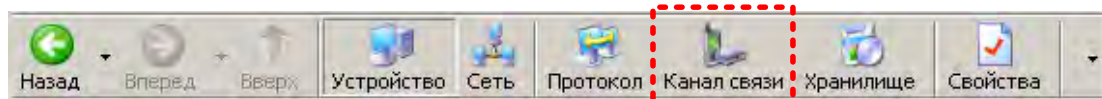
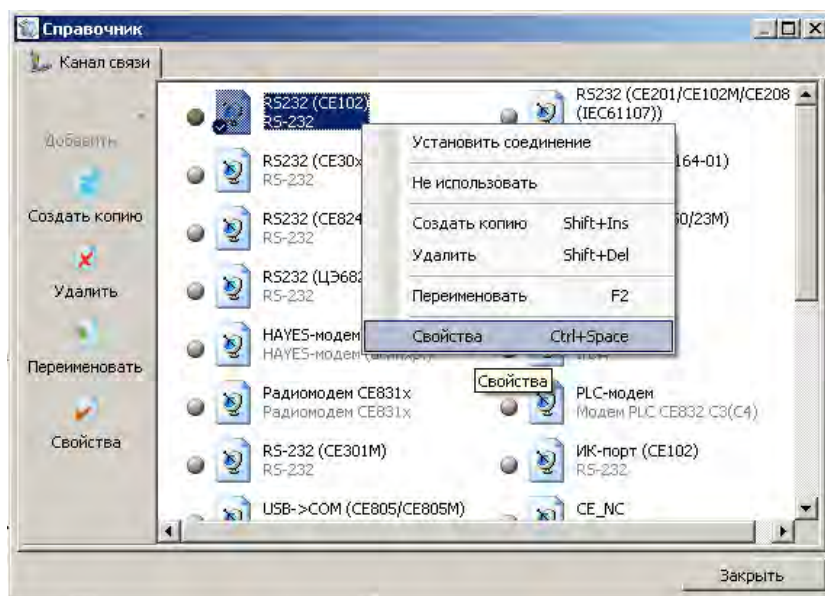

Рисунок 21 – Кнопка «Канал связи» на панели инструментов
Рисунок 22 – Окно справочника канала связи
5.2.2 Нажать на панели инструментов кнопку «Канал связи» (или через меню «Справочник → Канал связи» (см. Рисунок 21)). В результате откроется окно «Справочник», которое показано см. Рисунок 22.